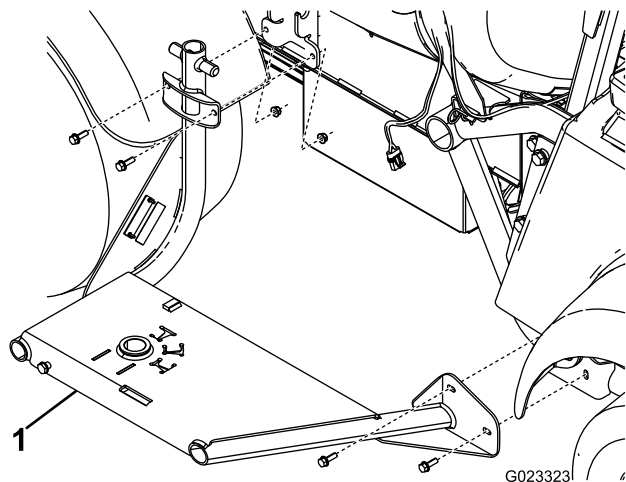

Figura 5
1. Monte a estrutura da bobina de tubagem à parte lateral da máquina utilizando 4 parafusos (5/16 pol.) e porcas flangeadas (5/16 pol.) como se mostra em Figura 5.